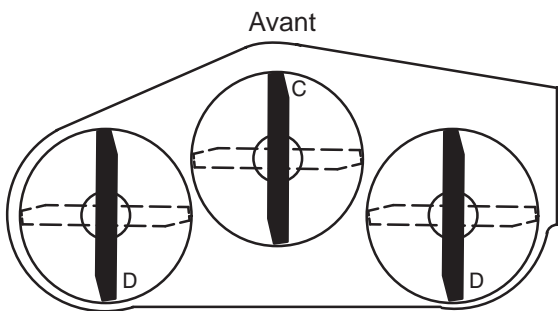
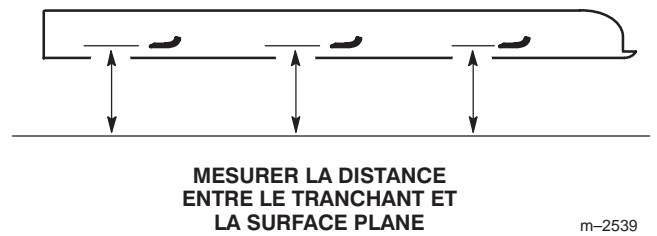

Figure 16
Figure 17
2. Tournez les lames à 180° (Fig. 16). Mesurez la distance aux points "C" et "D" (Fig. 16) entre la surface plane et le tranchant des lames (Fig. 17).